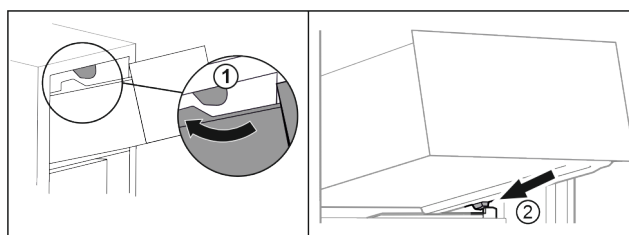

Fig. 16
- ▶ Prevedte zásuvku okolo horných zarážok Fig. 16 (1).
- ▶ Nasadíte zásuvku šikmo za dolnými zarážkami na rebro nádoby Fig. 16 (2).